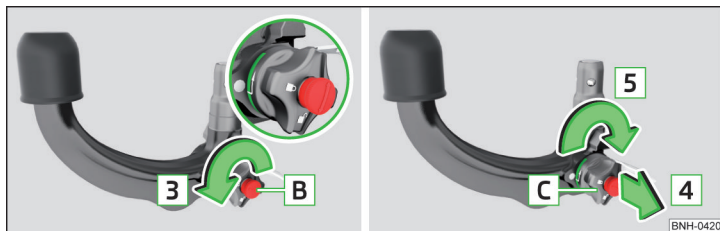

Abb. 131 Bereitschaftsstellung einstellen
- Den Schlüssel **B** bis zum Anschlag in Pfeilrichtung **3** drehen, sodass der Pfeil am Schlüssel zum Symbol **B** » Abb. 131 zeigt.